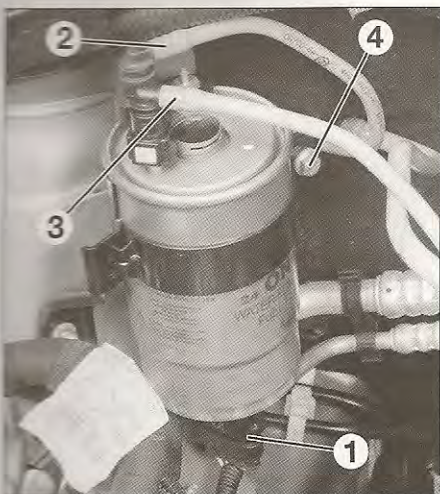

FIG. 20
- el conector del captador (1) de presencia de agua en el filtro y de temperatura de combustible (**fig. 20**).
- la conducción de llegada de combustible (2).
- la conducción de salida de combustible hacia la bomba (3).